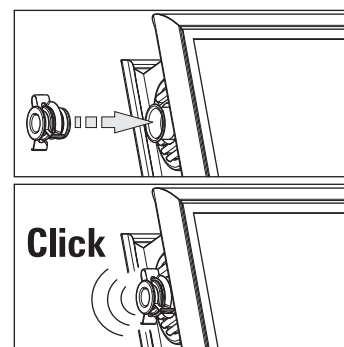

Fig. 3-44 Fase di lavoro 16
16. Inserire i tappi nei tubi di raccordo del collettore ancora aperti fino all'arresto delle griffe di fissaggio. (fig. 3-44).